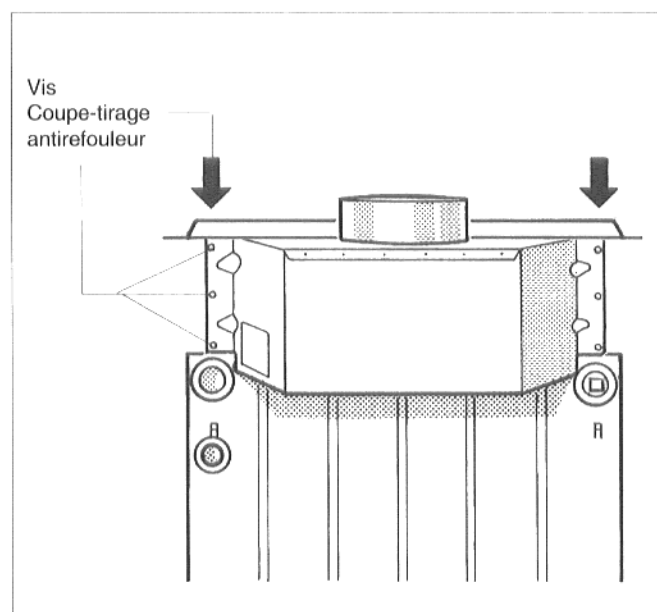

Fig. 4
- Fixer le coupe-tirage antirefouleur à la boîte à fumées à l'aide des huit vis de fixation (incluses dans la livraison du coupe-tirage) (fig. 4).